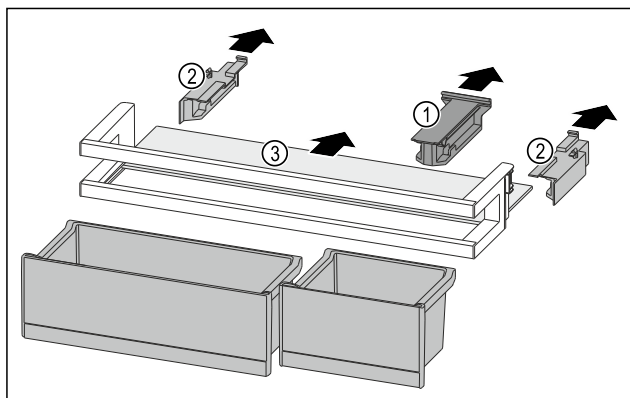

Fig. 202
- Træk holdesektionen Fig. 202 (1) af.
- Træk sidesektionerne Fig. 202 (2) af.
- Tag hylden Fig. 202 (3) ud.